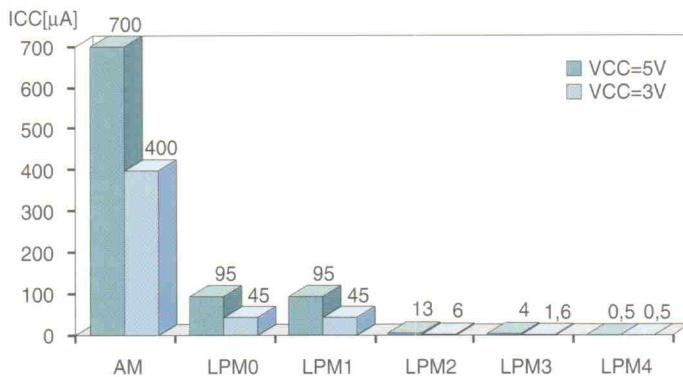

Bild 1. Typische Stromaufnahme des MSP430 in den verschiedenen Betriebsarten.
Texas Instruments (TI) möchte nun mit der im oberbayrischen Freising entwickelten MSP430-Mikrocontroller-Familie (vgl. 'RISC-Anker Kern' auf Seite 26) den Königsweg anbieten: Die Kombination einer modernen 16-Bit-RISC-Architektur nebst Onchip-Peripherie mit der Fertigung in einer stromsparenden CMOS-Technologie soll den Start erlauben. Allein reicht dieser erste Schritt noch nicht zum Erreichen eines extrem niedrigen Stromverbrauchs. Zusätzlich helfen die via FLL (Frequency Locked Loop) einstellbare Taktfrequenz sowie mehrere Power-Down-Modi den Strombedarf des Controllers je nach momentaner Anforderung zu dosieren und auf das Minimum zu drücken (Bild 1).